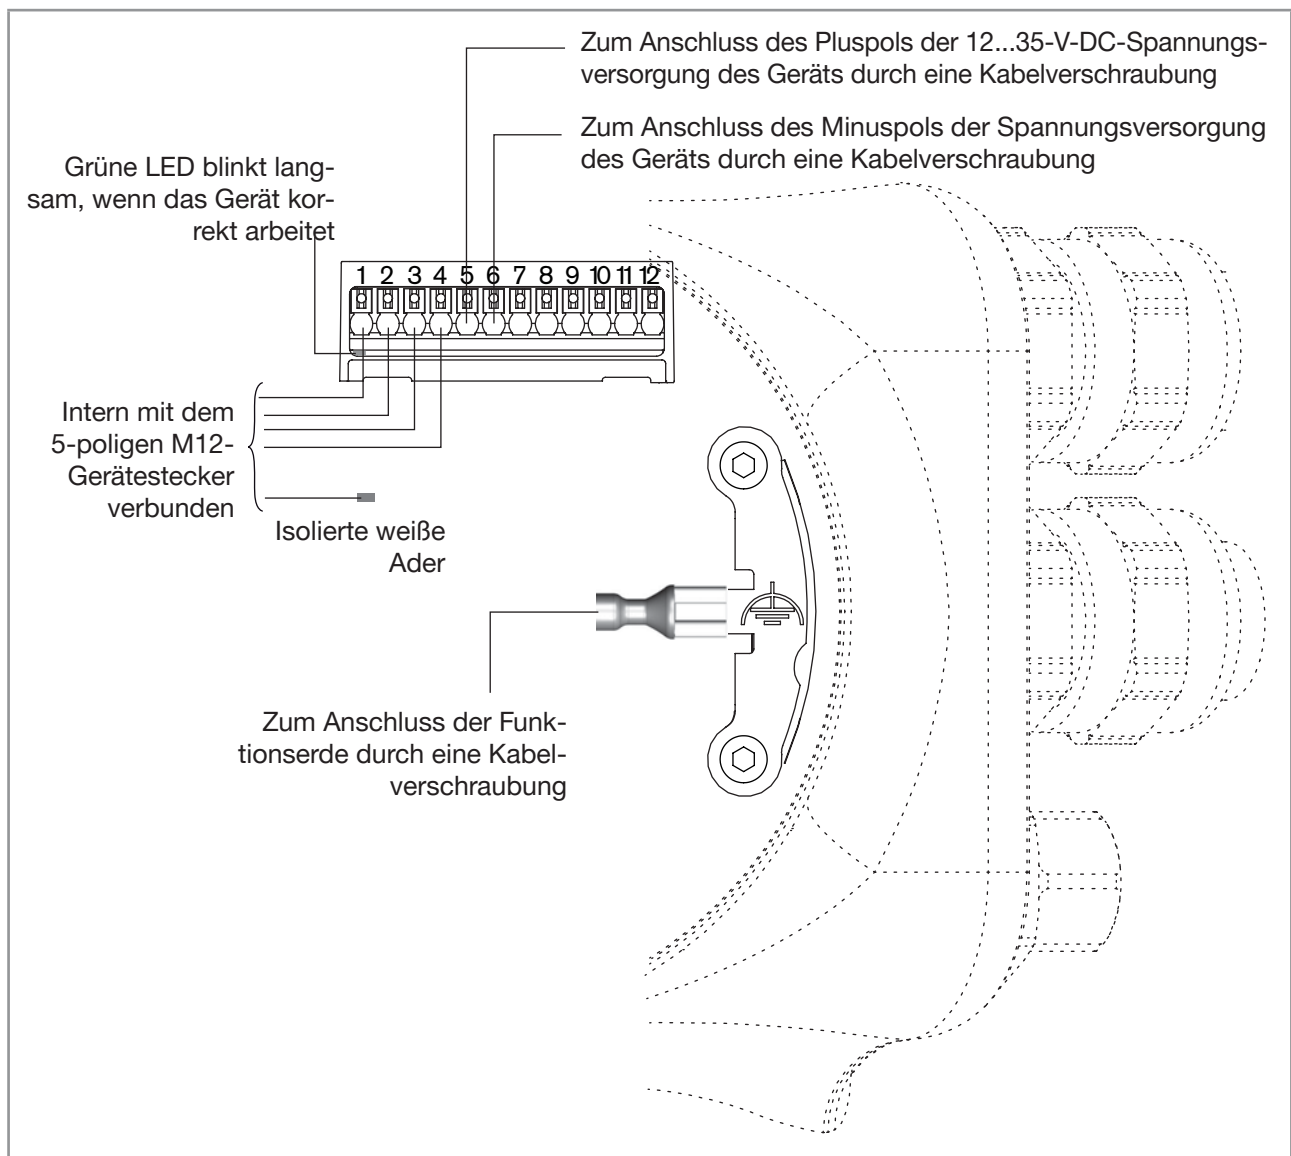

Abb. 31: Anschließen der 12...35-V-DC-Spannungsversorgung durch die M20x1,5-Kabelverschraubungen
- entweder an die Funktionserdeplatte im Transmittergehäuse (siehe Abb. 31 in Kapitel 8.13),
3. Die Spannungsversorgung anschließen wie gezeigt in Abb. 31.